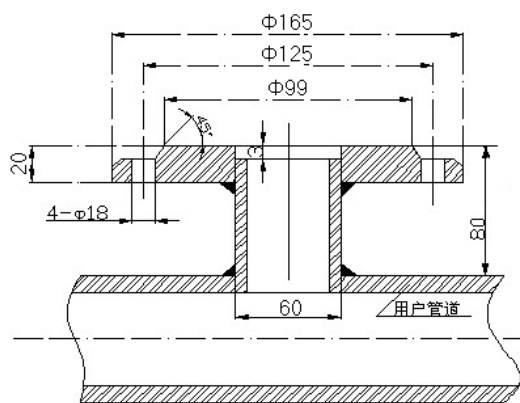

图3 安装底座的焊接
2.3 按图 3 所将 DN50 球阀安装到安装底座上。注意球阀的长空腔向上。检查球阀是否能全开全关。如有问题应进行修理。将压紧螺纹座、压紧螺母和橡胶密封圈安装到球阀上。松开定位螺钉和压紧螺母,将传感器插入杆通过球阀插入被测管道。插入深度由 6.4.4 计算,并由游标卡尺或钢卷尺测量,符合要求后,上紧压紧螺母和定位螺钉,同时应注意传感器方向标志杆指向应和流体流向一致。